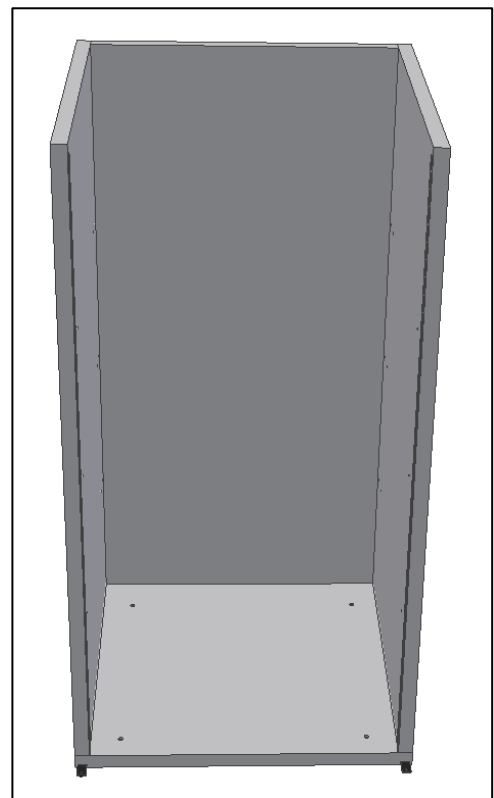

Fig. 5
- Encajar **el panel lateral derecho** sobre el panel del fondo y apretar sólo al fondo (Fig.5).